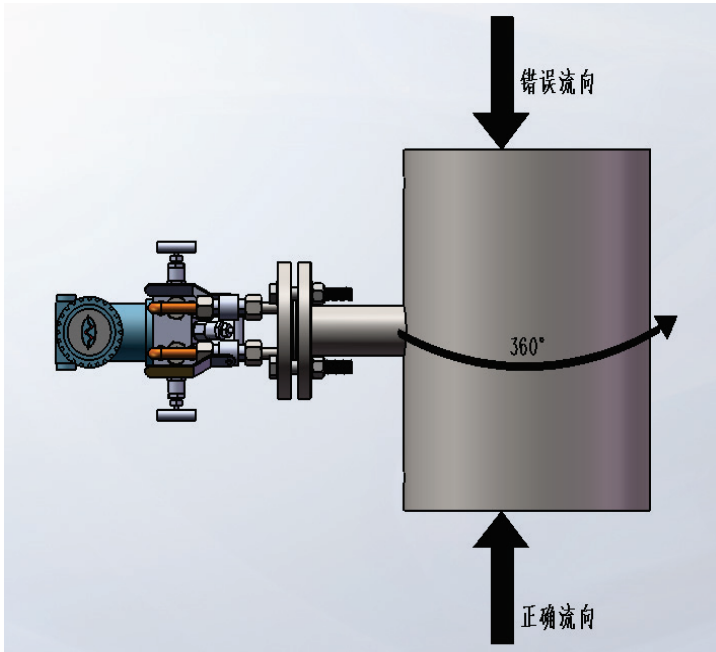

图 2
- (1) 在垂直管道中安装，允许在管道周围  $360^\circ$  范围内任意安装，水流方向应由下往上流动，如图 2 所示：